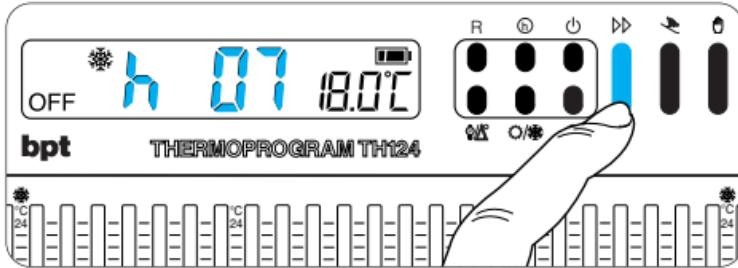

Fig. 40
13.3 - Premere il pulsante (fig. 40) sino a che,